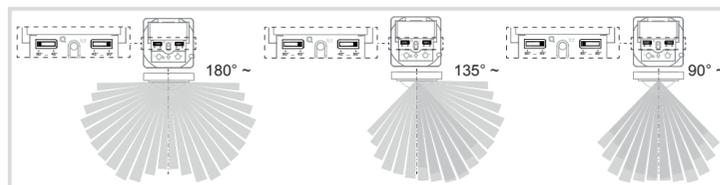
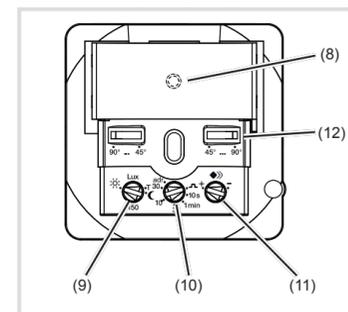

Bild 5: Einstellung des Erfassungswinkels
Bild 8
Der Erfassungswinkel kann für die rechte und für die linke Seite je Einsteller (Bild 8, 12) zwischen 45° ... 90° eingeschränkt werden. Somit kann der Erfassungswinkel zwischen 90° und 180° liegen (Bild 5).
- Potenziometer Ansprechbarkeit (Bild 8, 9) auf Position TEST einstellen.
- Potenziometer Ansprechbarkeit (Bild 8, 9) in die gewünschte Position drehen.
- Potenziometer Nachlaufzeit (Bild 8, 10) in die gewünschte Position drehen.
- Potenziometer Empfindlichkeit (Bild 8, 11) in die gewünschte Position drehen.